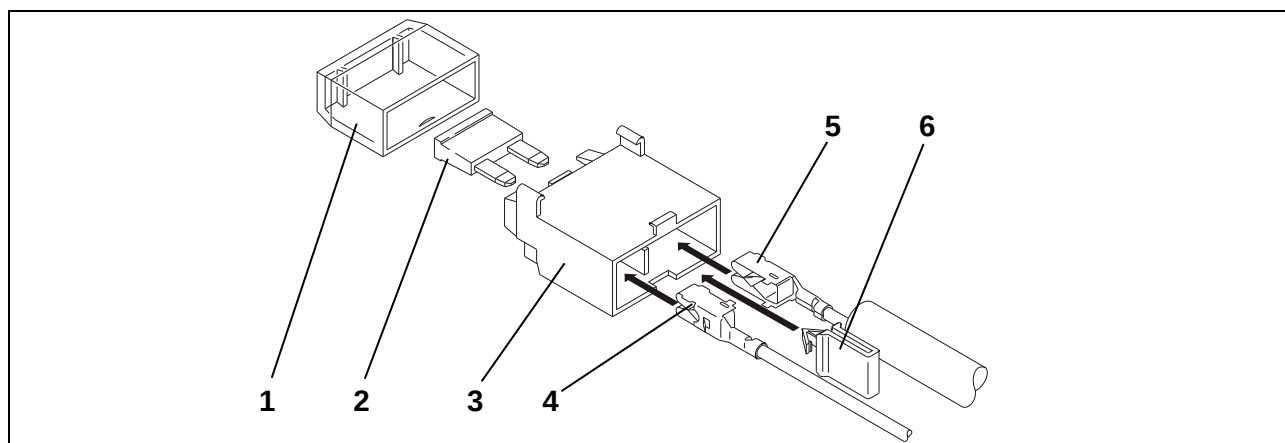

Fig. 2 – Montaggio portafusibili
18. Inserire la spina piatta dei due conduttori rossi (fig. 2/5) e del conduttore rosso/blu (fig. 2/4) nel 1° portafusibili.
19. Inserire la spina piatta del singolo conduttore rosso (fig. 2/5) e del conduttore rosso/nero (fig. 2/4) nel 2° portafusibili.
20. Applicare il clip giallo (fig. 2/6).
21. Inserire il fusibile (fig. 2/2) e posizionare il coperchio (fig. 2/1).